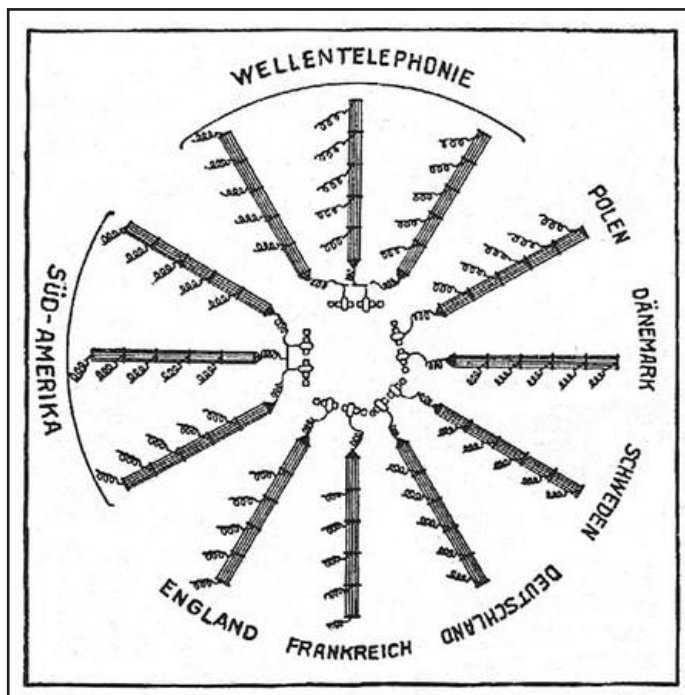

Bild 18: Die zwölf Richtantennen der Station Rocky-Point in den USA. Bild aus [3]
verwaltung „Televerket“ das kleine Dorf Grimeton in der südwestlichen Provinz Halland aus, etwa auf halber Strecke zwischen Göteborg und Malmö, etwa 10 km östlich der Provinzhauptstadt Varberg gelegen. Von diesem Standort aus bestand freie Sicht nach Westen in Richtung Atlantik. Der Großkreis in Richtung New York führte ohne Landhindernisse über das Meer, so dass eine optimale Ausbreitung der Längswellen gegeben war. Als Sender wählte man einen 200-kW-Maschinensender, der komplett mit der „vielfach-abgestimmten Antenne“ von der amerikanischen Firma General Electric (GE) geliefert wurde. Dieser von dem in Schweden geborenen Ingenieur ERNST ALEXANDERSON konstruierte Sender und die ebenfalls von ihm entwickelte Antennenanlage hatten sich in den USA, in England und in Polen bereits gut bewährt. Als Gegenstation für die geplante Anlage in Grimeton war bereits die Großstation Rocky Point auf Long Island bei New York in Betrieb, ebenfalls mit Alexanderson-Sendern und Antennen (Bild 18) ausgerüstet.
Das Antennensystem kann vereinfacht als die Parallelschaltung von sechs Vertikalantennen betrachtet werden. Dadurch verringern sich die Erdverluste, und die abgestrahlte Energie wird größer. Die Antenne strahlt bevorzugt in ihrer Längsrichtung, sie wurde von ALEXANDERSON entwickelt und erstmals 1915 als „Multiple Antenna“ bei der US-Funkstation New Brunswick erfolgreich eingesetzt [2]. Ab 1922 wurde die amerikanische Grossfunkstation Rocky Point auf Long Island mit 12 solcher Antennensysteme ausgerüstet (Bild 18 aus [3]).